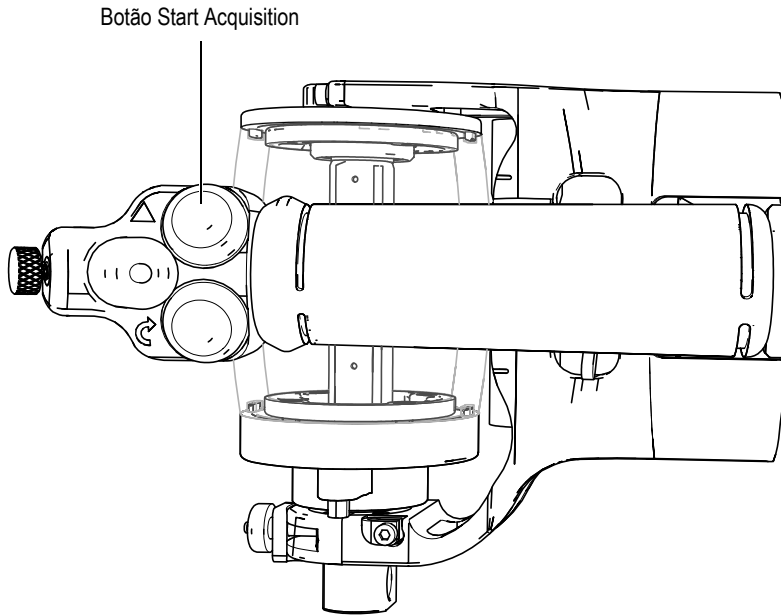

Figura 5-5 Localização do botão Start Acquisition
8. Pressione o botão Start Acquisition localizado na parte superior da pega do RollerFORM (Figura 5-5 na página 76).